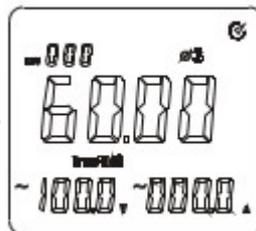

Figura 12-3
- Como muestra la figura 12-3, presione la tecla “SELECT” para elegir la tercera fase ($\phi 3$) de un sistema trifásico de 4 cables. También puede mostrar la potencia aparente, tensión y corriente de la fase 3 ($\phi 3$).